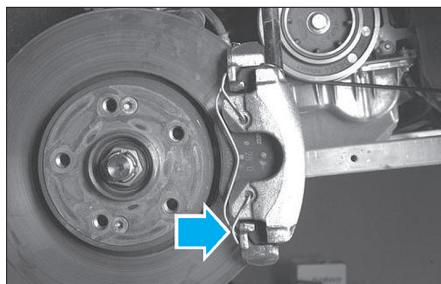

FIG. 1
- Décrocher le ressort de maintien des plaquettes (Fig.1).